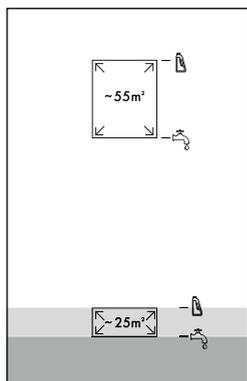

Fig. 8
- ◆ Per superfici piccole  (fino a 25 m²) versare acqua di rubinetto o acqua distillata fino al primo segno di livello  del contenitore dell'acqua pulita **11** (vedere fig. 8).
- ◆ Per superfici piccole  (fino a 25 m²) versare detersivo fino al secondo segno di livello  del contenitore dell'acqua pulita **11** (vedere fig. 8).